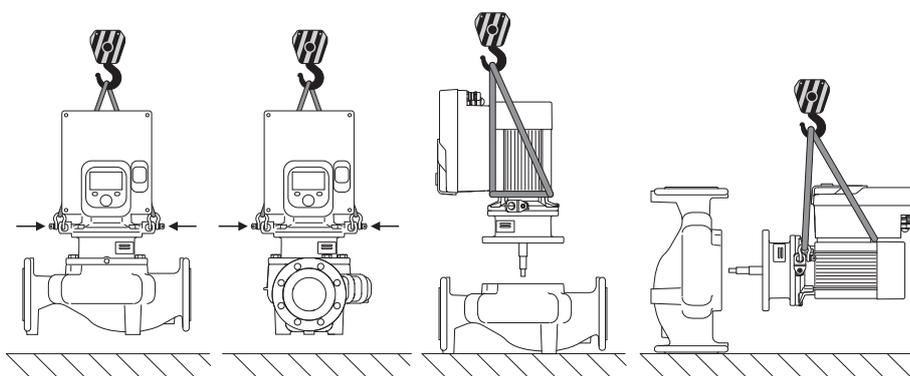

Fig. 6: Sentido de elevação da bomba simples
O transporte da bomba tem de ser efetuado com meios de suporte de carga autorizados (p. ex., bloco de polias, grua, etc.). Os meios de suporte de carga devem ser fixados aos olhais de elevação fornecidos no flange do motor. Se necessário, deslizar os laços de elevação por baixo da placa de adaptação (Fig. 6/7). Proteger a bomba para não tombar.
1. Deixar dois olhais de transporte (Fig. I, pos. 30) no flange do motor.
2. Para proteção, fixar a unidade de impulsor motor (Fig. 4) nos olhais de transporte com meios de elevação adequados. Para evitar que a unidade se incline, colocar um laço de cinto à volta do motor e adaptador do módulo eletrónico, como mostra a Fig. 6. Durante a fixação, evitar danos no módulo eletrónico.
3. Desapertar e retirar os parafusos (Fig. I/II/III, pos. 29).